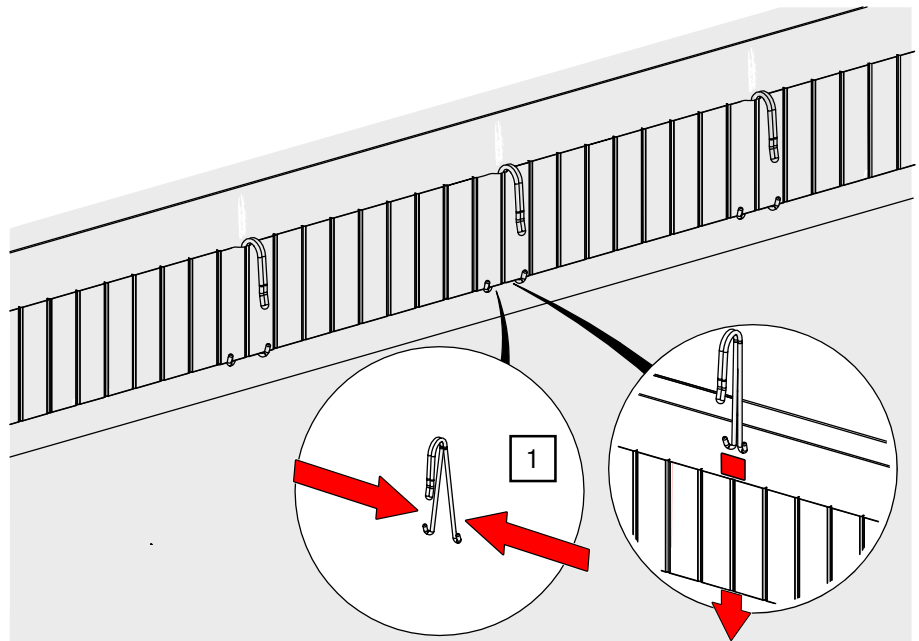

Abb. 78: Außenlagen – Stoffhaken in Faltenband einführen
1. Drücken Sie den Haken zusammen und schieben Sie je einen Fuß durch eine Schlaufe des Faltenbands, bis die Füße sich auf der Gegenseite einhaken (siehe Abb. 78).